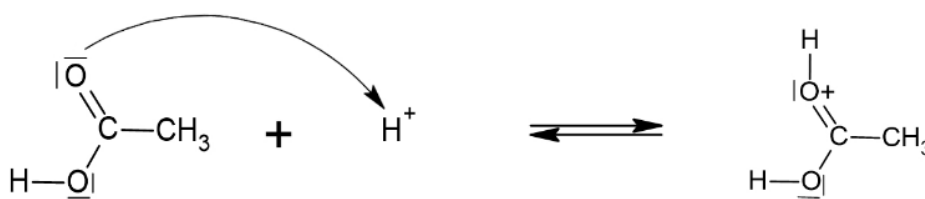

Figure 2. Première étape du mécanisme réactionnel
Le mécanisme réactionnel de la synthèse de l'acétate d'éthyle est modélisé par plusieurs actes élémentaires, dont le premier est représenté sur la figure 2.
Q.2. Justifier le sens de la flèche courbe de la figure 2.